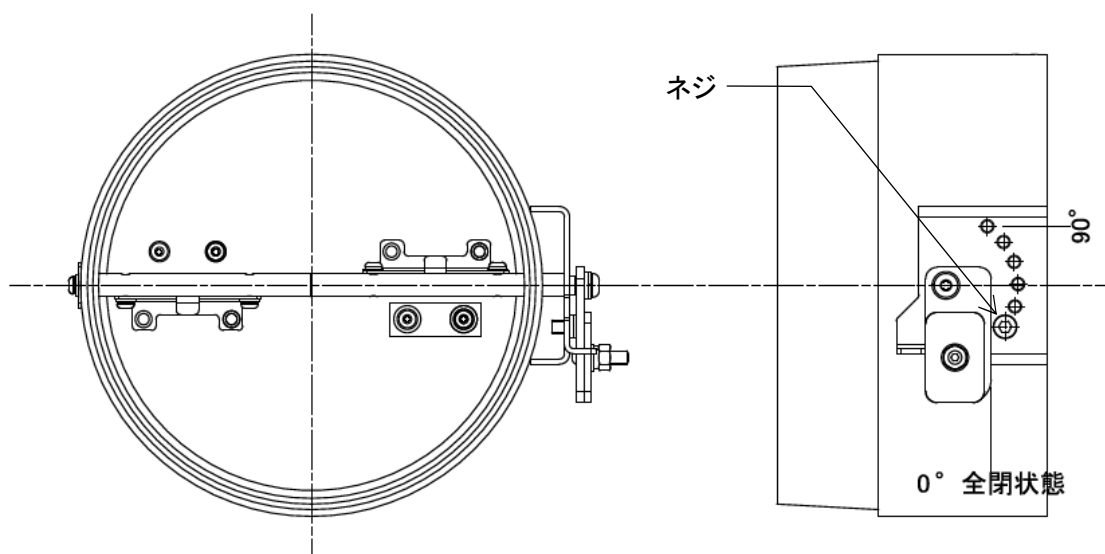

図 9-12
9.3.9 風量調整ダンパー(図 9-12)
- ・ ダンパーの調整角度(図 9-12)は、調整角度が 0° の時に全閉状態、 90° の時に全開状態になります。